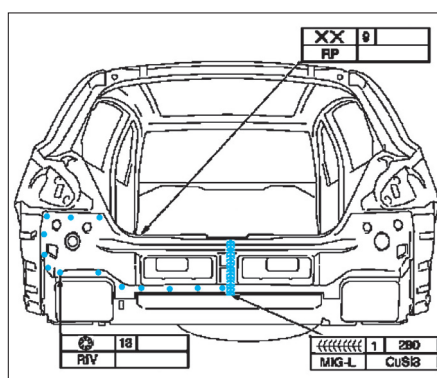

FIG. 120
- Perçer les trous pour les rivets de fixation de l'élément partiel de panneau arrière (**fig. 120**).